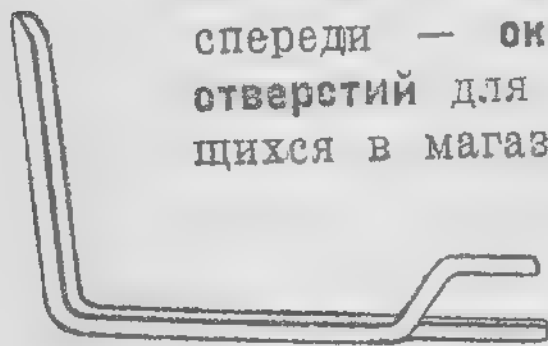

Рис. 69. Подаватель.
**Подаватель** (рис. 69) служит для подачи патронов из магазина; он имеет: **зацеп**, который при магазине